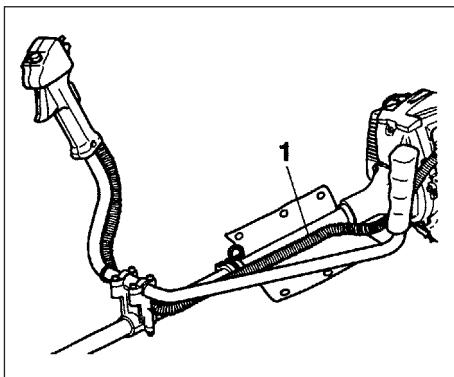

Fig.1-3B
Hekte løs hoftepadden og surr inn røret til stoppetråden og gasswiren (1) med den. (Fig. 1-3B)